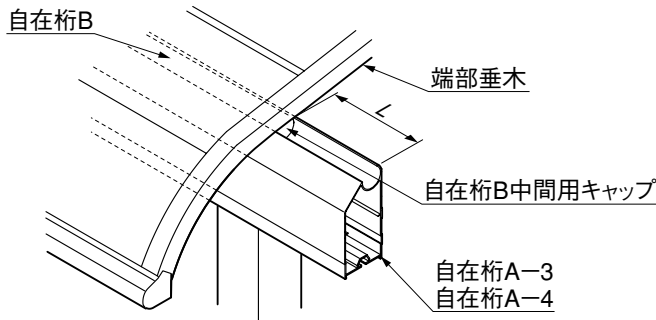

図2-1
- ② 自在桁B中間用キャップから自在桁A-3、A-4の端部までを実測して2200mm以下にしてください。(図2-1参照)